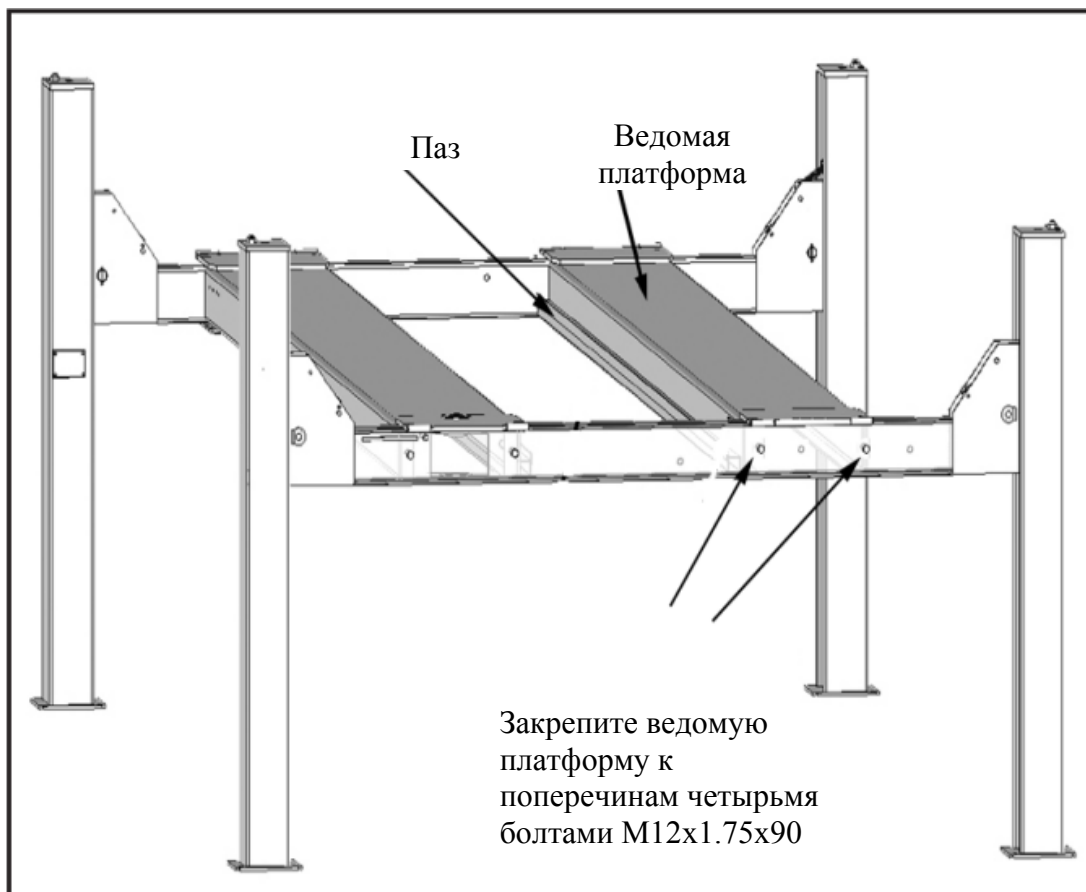

Рис. 6.1
1. Расположите ведомую платформу поверх поперечин с пазом, направленным внутрь подъемника. Определите правильное положение ведомой платформы. Совместите крепежные отверстия на платформе с отверстиями на поперечинах, вставьте в них четыре болта с головкой под шестигранник M12x1.75x90, оденьте шайбы. Нанесите на болты подходящую консистентную смазку и затяните их с усилием 74.6 Нм (см. рис. 6.1).